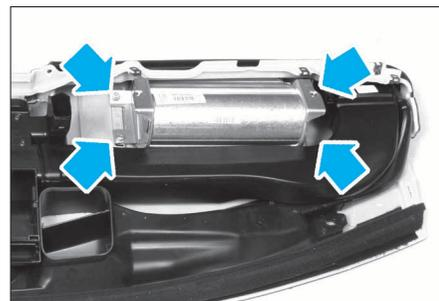

FIG. 3
- les 4 vis de fixation du module sur son support (Fig.3).